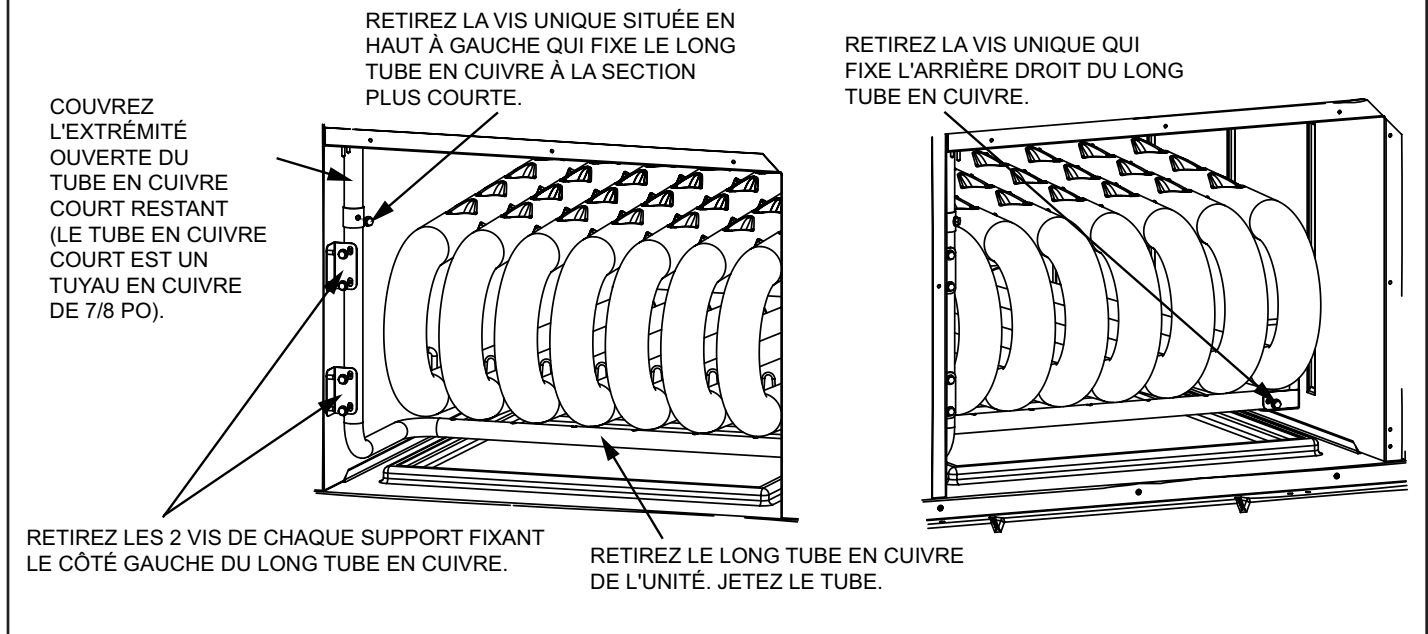

FIGURE 4
- 3 - Dans la section d'alimentation en air, il faut retirer le long tuyau en cuivre de l'appareil avant de poursuivre. Reportez-vous à la FIGURE 4.